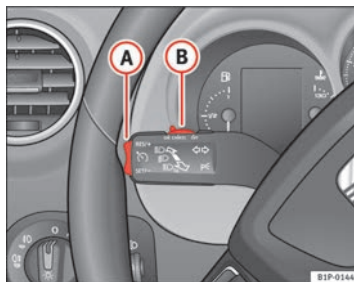

Fig. 133 Palanca de intermitentes y de luz de carretera: mando y tecla basculante para el regulador de velocidad
- Presione la parte superior de la tecla basculante **RES/+** ⇒ fig. 133 **A** para aumentar la velocidad. El vehículo acelerará mientras mantenga la tecla presionada. Al soltar la tecla quedará memorizada la nueva velocidad.
Si se reduce la velocidad programada pisando el pedal del freno, se desactiva el regulador de velocidad. Si quiere activar de nuevo el regulador, bastará con presionar una vez la parte superior de la tecla basculante **RES/+** → fig. 133 **(A)**.